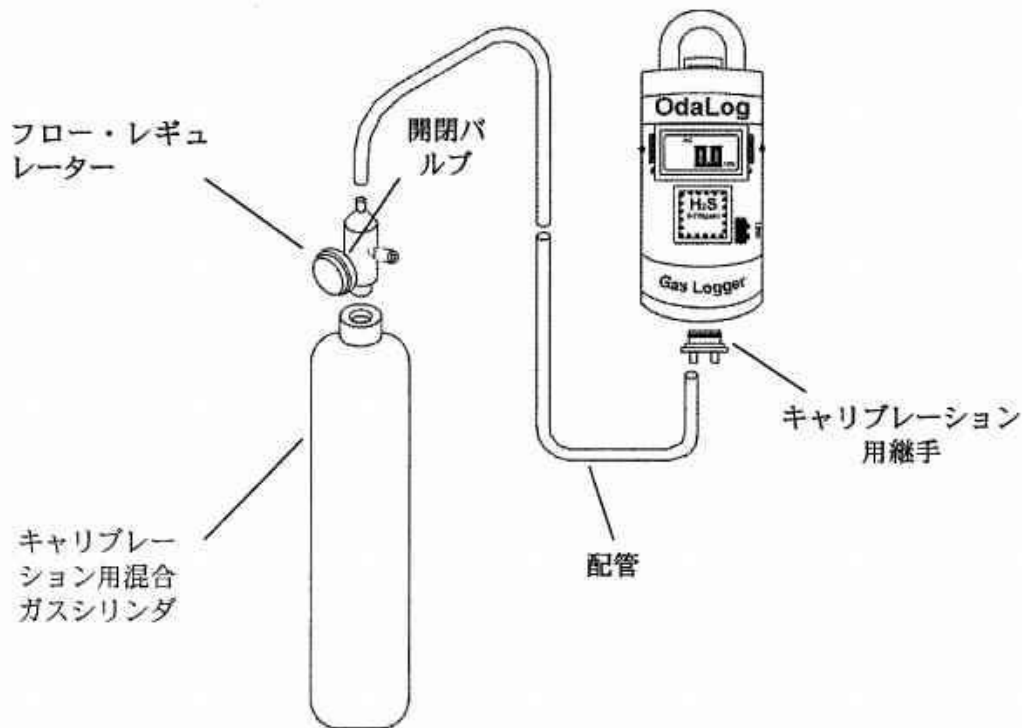

図 1
- ガスシリンダーにレギュレーターを取り付け、キャリブレーション・アダプター(図 1) 挿し込み口に合わせ、プラスチックの配管を取り付けます。